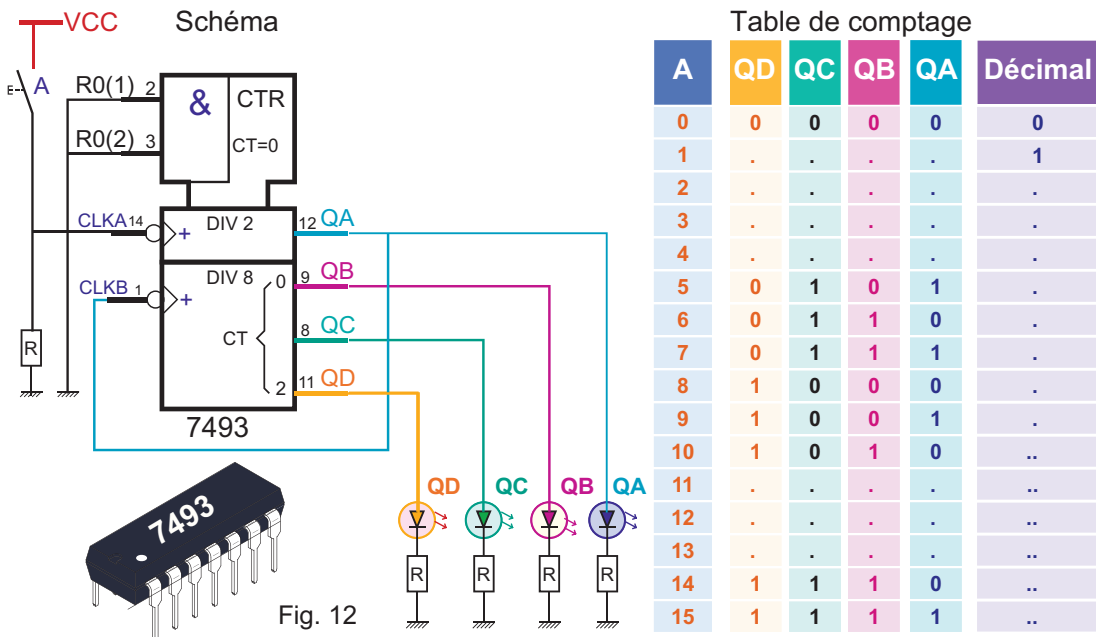

Fig. 12
□ Câbler le logigramme de la figure 12 sur un simulateur ou une maquette.
□ Mettre en œuvre le montage. Manipuler le bouton poussoir (A) jusqu'à ce que les quatre diodes LED soient éteintes ($Q_D Q_C Q_B Q_A = 0000$). Fermer puis ouvrir (A) et indiquer les états des sorties sur le tableau (figure 12).